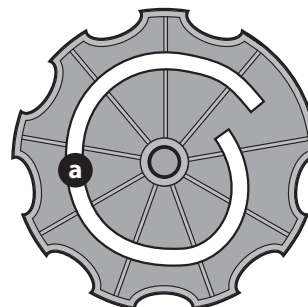

Figure 14
- Alignez ensuite la spirale (a) à l'intérieur du bouton d'inclinaison avec la goupille du siège. Assurez-vous que le moyeu situé à l'arrière du siège s'insère correctement dans les grands trous de la plaque latérale (Figure 14).